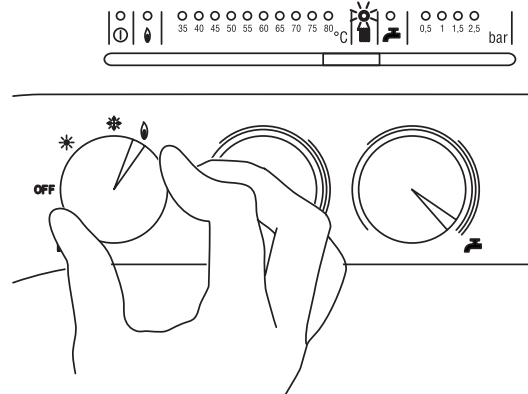

Fig. 26
Per effettuare la verifica di combustione della caldaia ruotare il selettore e sostare su posizione (I) fino a quando il led giallo (II) non inizia a lampeggiare (fig. 26).